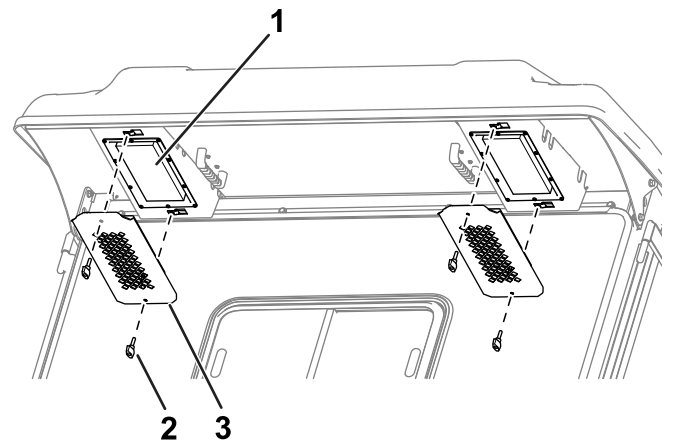

図 82
1. 後方のオーバーハング部からノブと格子を取り外す 図 82。
4. フィルタをキャブに取り付け、格子とノブで固定する 図 82。